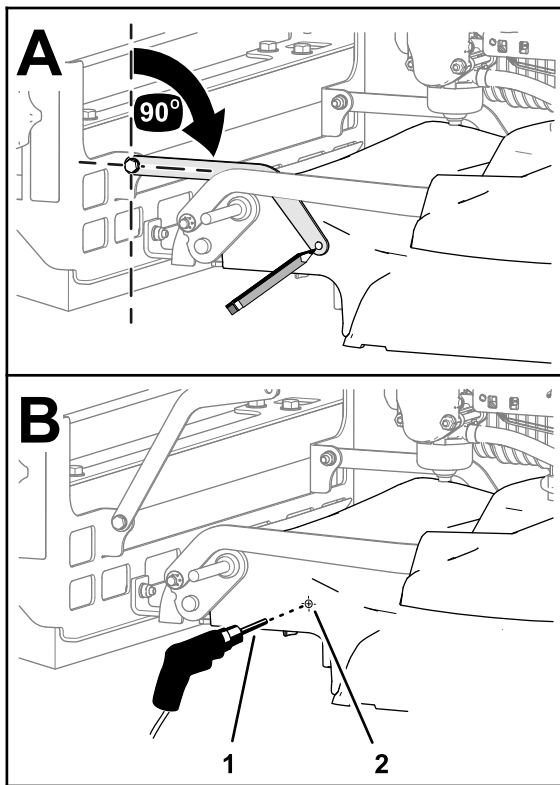

Рисунок 14
1. На левой стороне деки газонокосилки установите распорку щетки под углом 90° к креплению щетки (Рисунок 14).
2. Отметьте положение отверстия распорки щетки на деке (Рисунок 14).
4. Просверлите накерненную отметку с помощью сверла (6,5 мм), как показано на Рисунок 14.